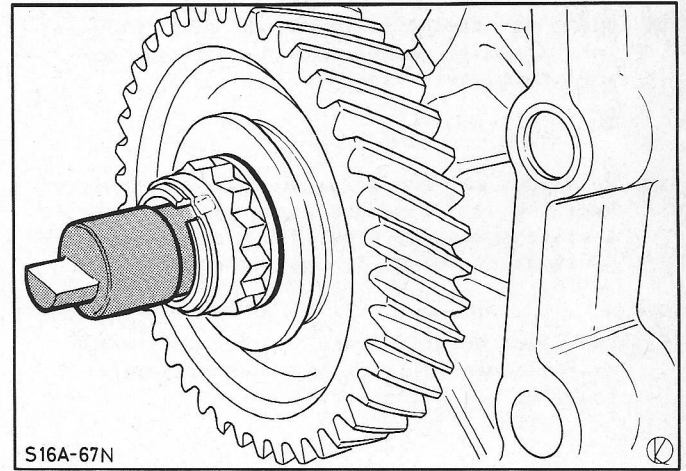

Fig. 30 Afgevlakt uiteinde van de secundaire as horizontaal plaatsen.
N.B.: Het afgevlakte uiteinde van de as moet horizontaal zijn gekeerd, fig. 30. Breng de as met vet aan (zie Technische Gegevens).